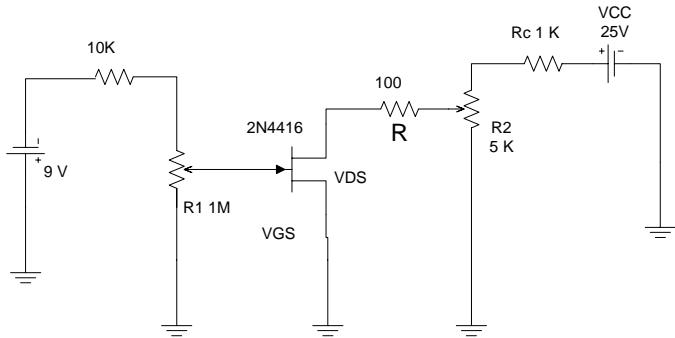

FIG 1.- CARACTERISTIQUES DU TRANSISTOR JFET
- 1.- Construire le circuit de la Figure 1